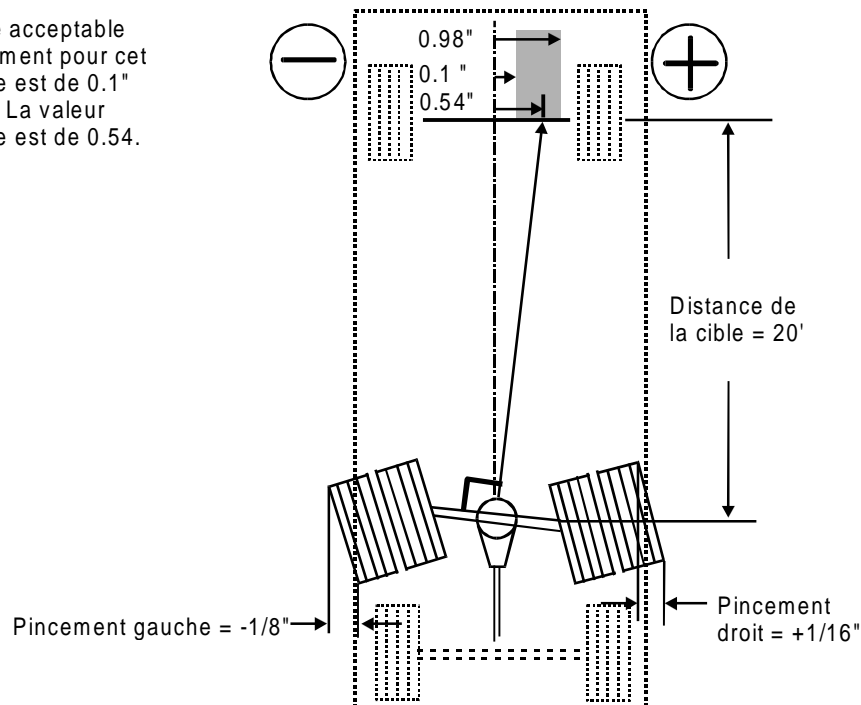

FIGURE 3: EXEMPLES DE CALCULS
4. Ajuster l'essieu moteur selon le désalignement théorique à l'intérieur des tolérances (Fig. 3).